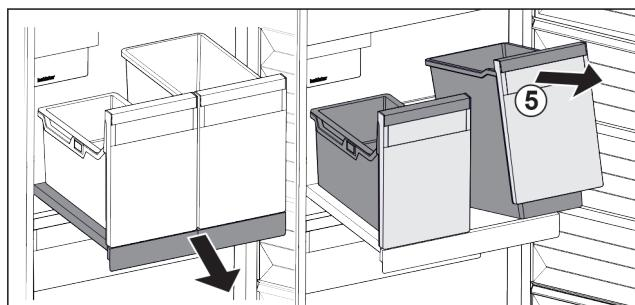

Fig. 18
- Підняти резервуар Fig. 18 (5) спереду.